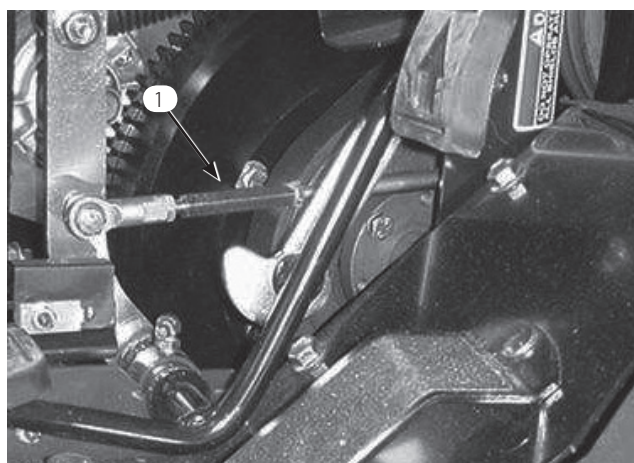

図 57
2. 走行ロッド・バレル (図57) 両端のジャムナットをゆるめる。